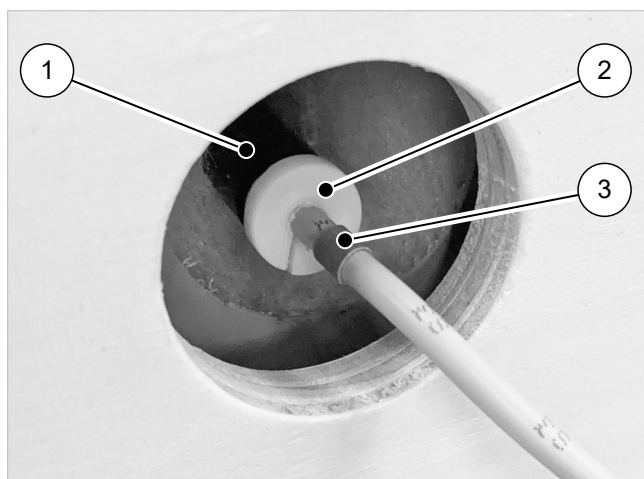

Fig. 19: Montaggio dei sensori S1, S3 e S4
Montare i sensori S1, S3 e S4 come illustrato in → fig. 19 nel rispettivo tubo di guida del sensore (1), già premontati sull'accumulatore. A tal fine, inserire il rispettivo sensore nel tubo di guida fino a quando l'anello di riferimento (3) si trova il più vicino possibile all'apertura del tubo di guida. Infine, inserire il tappo di sicurezza (2) nel tubo di guida fino a battuta.